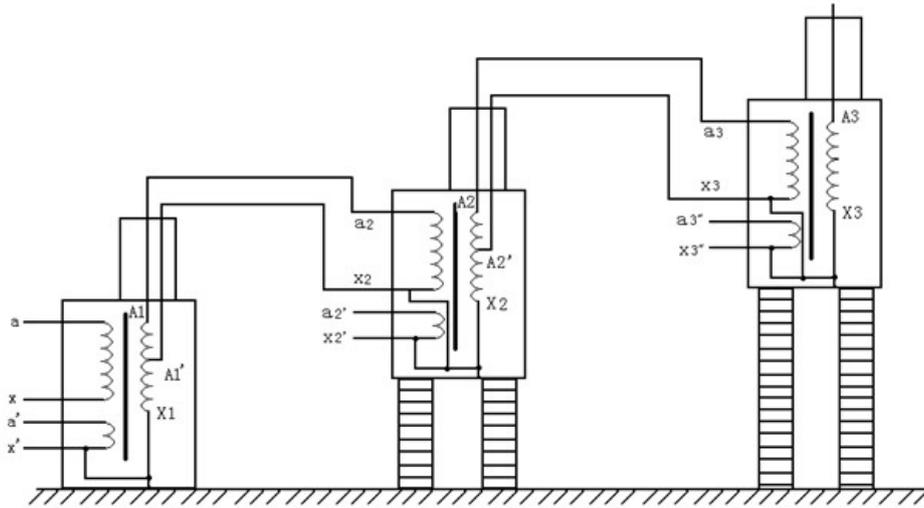

图 5
3. 串级变压器接线及原理: 如图 5
串级高压试验变压器有很大的优越性, 三台试验变压器串级连接可获得更高的电压, 因为整个试验装置由几台单台试验变压器组成, 单台试验变压器容量小、电压低、重量轻, 便于运输和安装。它既然可串接成高出几倍的单台试验变压器输出电压组合使用, 又可分开成几套单台试验变压器单独使用。整套装置投资小, 经济实惠。图 5 中, 在第一级和第二级的每个单元试验变压器中都有一个励磁绕组 A1、C1 和 A2、C2。在串级试验变压器基本原理图中, 低压电源加在试验变压器 I 的初级绕组 a1x1 上, 单台试验变压器 I、II、III 的输出电压都是 V。励磁绕组 A1、C1 给第二级试验变压器 II 的初级绕组供电; 第二级试验变压器 II 的励磁绕组 A2、C2 给第三级试验变压器 III 的初级绕组供电。第二级试验变压器 II 和第三级试验变压器 III 的箱体分别处在对地为 1V 和 2V 的高电位上, 所以箱体对地是绝缘的, 试验变压器 I 的箱体是接地的。这样第一级、第二级、第三试验变压器对地的额定输出电压分